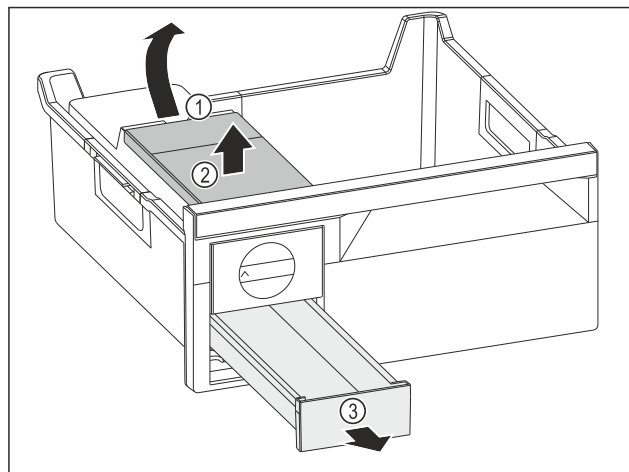

Fig. 116
► Fjern vanntanken: Løft opp vanntanken i fordypningen Fig. 116 (1).
► Fjern vanntanken Fig. 116 (2) ovenfra.
► Fjern isterningsskuff Fig. 116 (3) forfra.